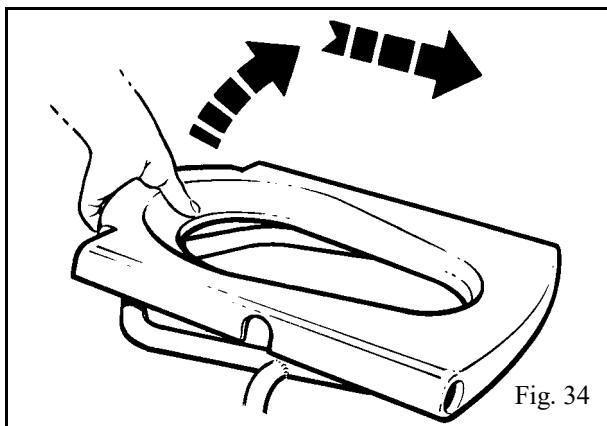

Fig. 34
2. Deslice el asiento un poco adelante hasta librar los tubos del marco y ácelo para sacarlo (véase la fig. 34).